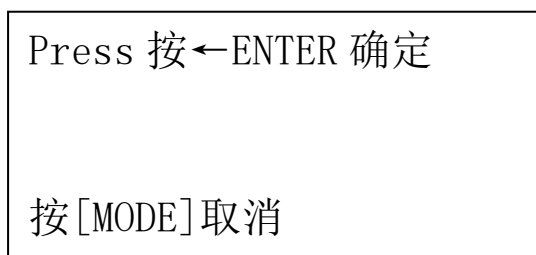

图 35
- e. 按 ←键进入确认界面，此刻按 ←键确认删除当前文件，按 **MODE** 键返回菜单状态。如图 35
- g. 按 ← 键进入图 35 确认界面，此刻按 ← 键确认删除所有数据，按 **MODE** 键返回菜单状态。按 **MODE** 键返回。
- d. 用 ↑ 或 ↓ 键移动光标至 **Load default** 恢复默认设置，按 ← 键将进入图 35 确认界面，此刻按 ← 键确认恢复默认设置，按 **MODE** 键返回菜单状态。